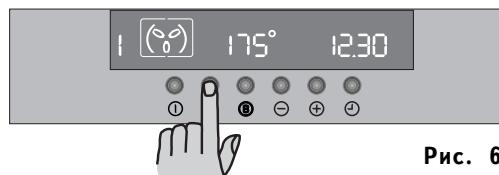

Рис. 6
1) Включите духовку нажатием клавиши ①.
2) Нажимая клавишу ②, выберите нужный режим приготовления. Каждый раз при нажатии клавиши ② на дисплее будет появляться символ режима приготовления, а слева от него - соответствующий данному режиму номер (Рис. 6).